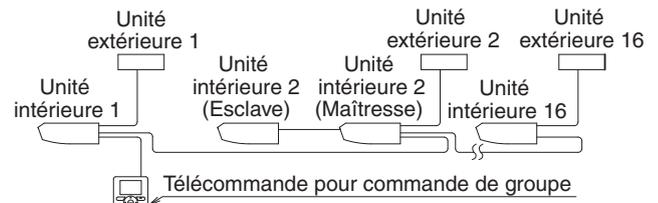

Fig. 34
- Lors de l'utilisation en tant qu'unité en paire ou unité principale pour le système de fonctionnement simultané, vous pouvez commander le démarrage/l'arrêt simultané (groupe) de 16 unités maximum à l'aide de la télécommande. **(Reportez-vous à la Fig. 34)**
- Établissez un croisement entre les bornes (P1, P2) du boîtier de commande pour la télécommande. (il n'y a pas de polarité) (Reportez-vous à la Fig. 34 et au Tableau 3)